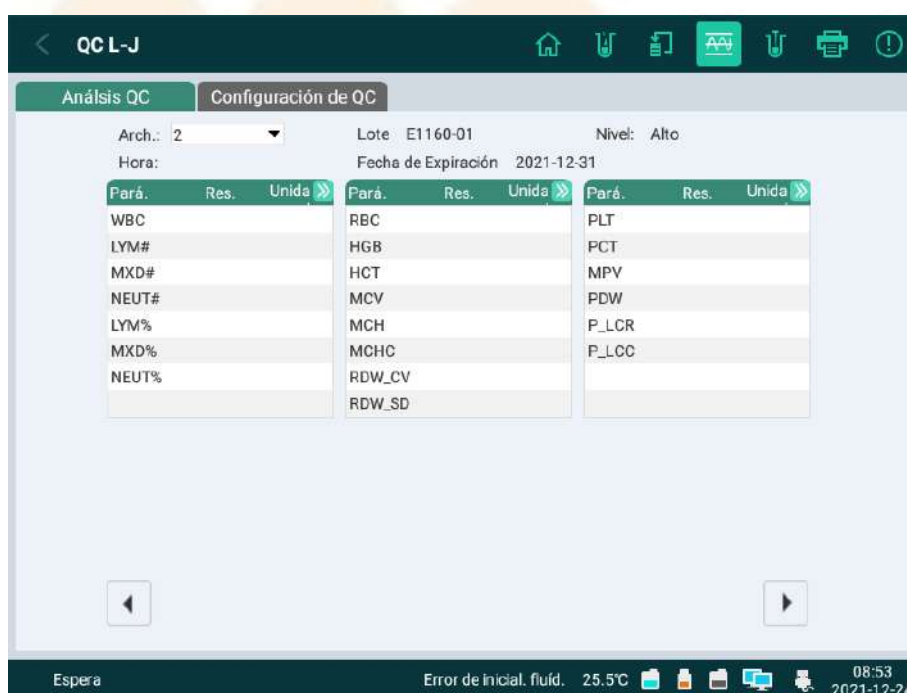

Imagen 9-10 Análisis de QC
1. Presione **QC** en la pantalla principal y seleccione **QC L-J** para acceder a la pantalla de análisis de QC, como se muestra en la Imagen 9-10, que muestra el último número de archivo seleccionado y los resultados de la prueba correspondientes de forma predeterminada.